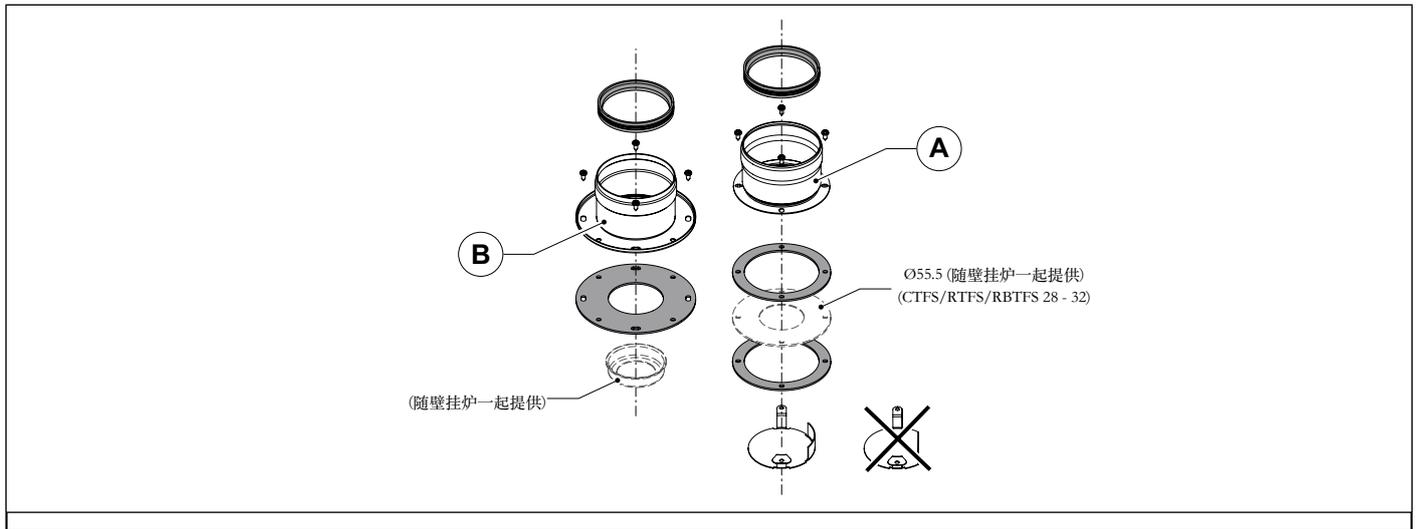

图 13 对开管道套件0SDOPPIA13
- 安装特制缓流片（参加 图 13 对开管道套件0SDOPPIA13）。
- 安装特制缓流片 (参加图 13 对开管道套件0SDOPPIA13)。